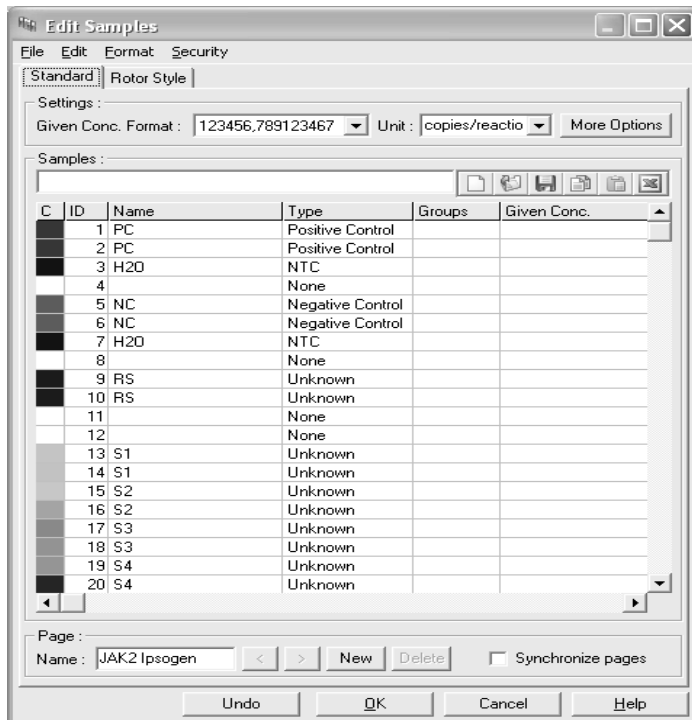

Abbildung 7. Set-up des Rotor-Gene Rotors: "Edit Samples" („Proben konfigurieren“).
16. Geben Sie das Rotor-Set-up in der Rotor-Gene Software ein (siehe Abb. 7).